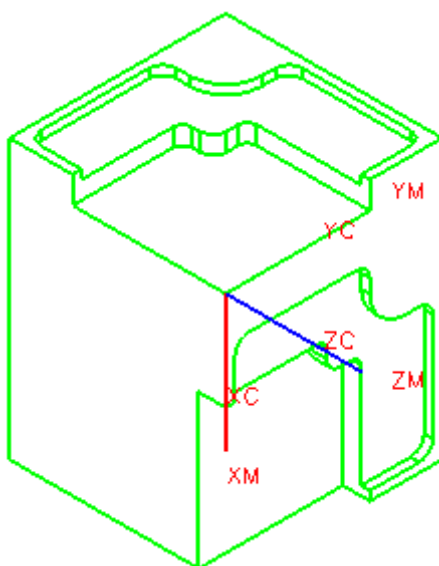

图 3-29
- 移动并旋转 WCS，如图 3-29 所示。
- 单击 OK, 打开如图 3-25 所示的 MCS 设置对话框, 通过设置原点和旋转功能定义 MCS 到 SIDE 侧面, 如图 3-29 所示, 单击 OK。
- 在图 3-29 中，单击 OK，打开 WORKPIECE 创建对话框，选择图形窗口中的实体为 Part，单击 OK 确认。用户也可直接复制 WORKPIECE，粘贴到 MCS 下完成 WORKPIECE_1 的创建。